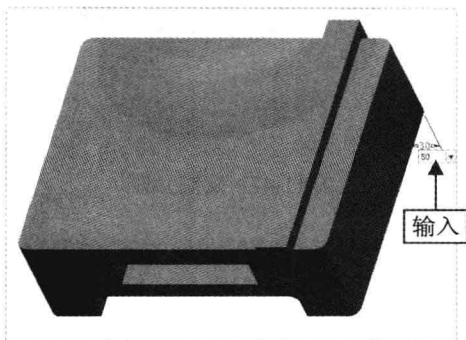

图 11-50 输入 50
Step 03 弹出“阵列”选项卡，在绘图区的尺寸数值上单击鼠标左键，在弹出的数值框中输入 50，如图 11-50 所示。